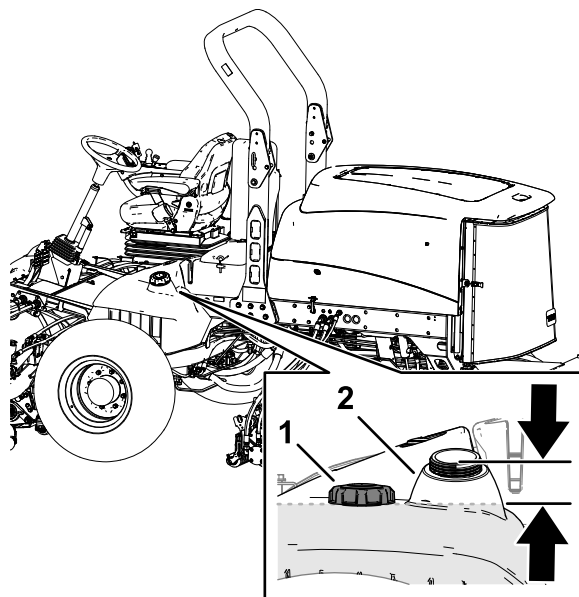

Рисунок 50
3. Снимите крышку топливного бака (**Рисунок 50**).